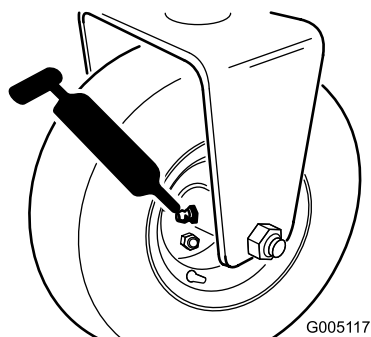

Figura 25
- Rolamentos da roda traseira (1) (Figura 25)